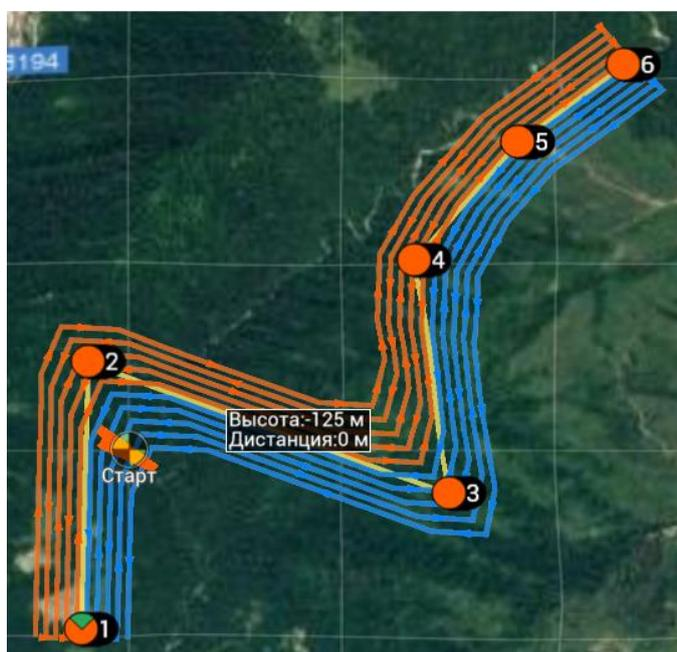

Рисунок 26 – Инструмент «Линейная съемка»
8.3.1. «Линейная съемка» (рис. 26) – инструмент для автоматического расчета линейного маршрута. Существует возможность выбора модели камеры, фокусного расстояния объектива, высоты полета и поперечного перекрытия.